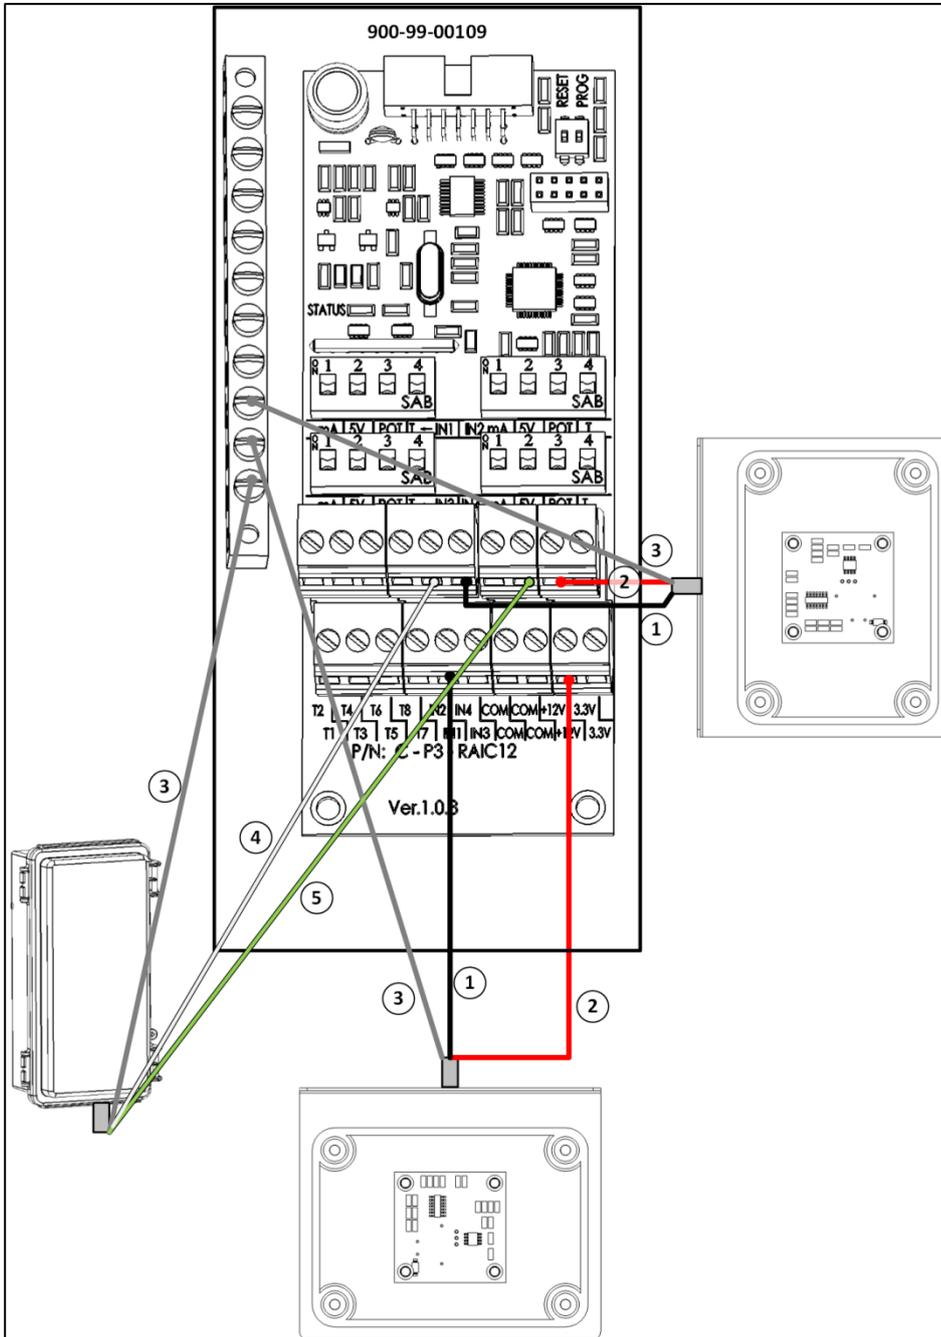

Figura 30: Fiação dos sensores de iluminação e CO2
- A Figura 30 mostra um exemplo de fiação do sensor de CO2 e de iluminação
Figura 30 chave